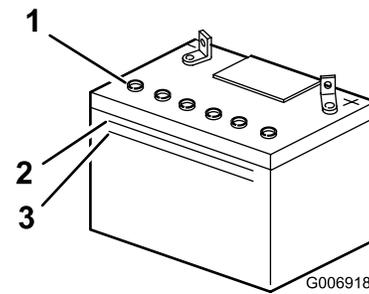

Figure 36
2. Observez le côté de la batterie. Le niveau de l'électrolyte doit atteindre le trait supérieur (Figure 36).
Remarque: Le niveau d'électrolyte ne doit pas descendre au-dessous du trait inférieur (Figure 36).
2. Enlevez les bouchons de remplissage (Figure 36).
3. Versez de l'eau distillée avec précaution dans chaque élément jusqu'à la partie inférieure du tube (Figure 36).